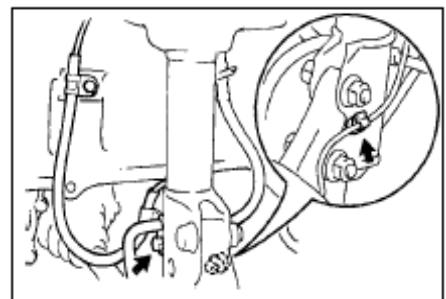

Рис. 118
- (1) Открутите болт и снимите зажим, и отсоедините провод датчика от переднего амортизатора.(рис. 118)